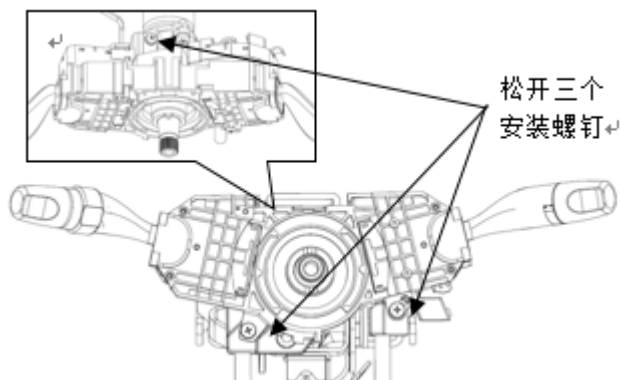

图 5.7 安装螺钉示意
① 拔下连接在组合开关上的接插件。
② 用十字起松开组合开关的三个安装螺钉（两个位于正面、一个位于背面），如图 5.7 所示，取下组合开关